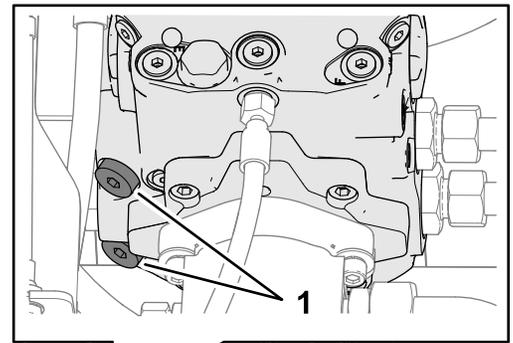

Bild 38
3. Verwenden Sie einen 8 mm Innensechskantschlüssel, um die beiden Innensechskantstopfen für die Entlastungsventile der Getriebepumpe um drei Umdrehungen im Uhrzeigersinn zu drehen (Bild 38).